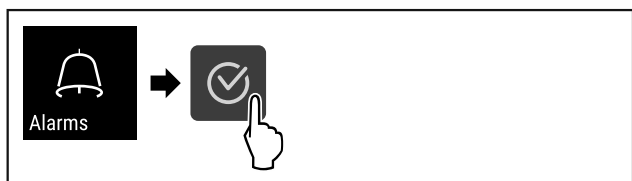

Fig. 108
- ▶ Atlikite veiksmus (žr. Fig. 108).